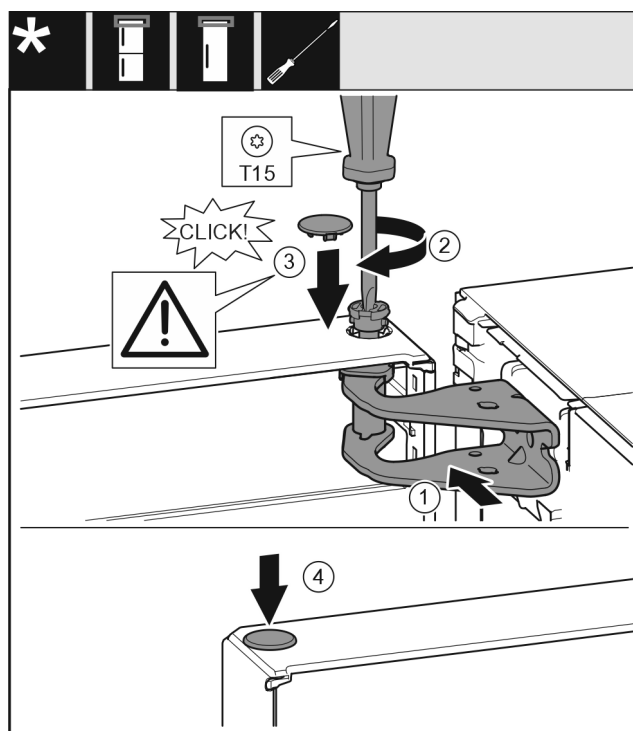

Fig. 22
- Вывернуть дверь вверх по отверстию в опорном кронштейне. Fig. 22 (1)
- Вставьте палец и затяните отверткой T15. Fig. 22 (2)
- Установите предохранительную крышку для защиты двери: Вставьте предохранительную крышку и проверьте, прилегает ли она к двери. В ином случае вставьте палец полностью. Fig. 22 (3)
- Вставьте заглушку. Fig. 22 (4)